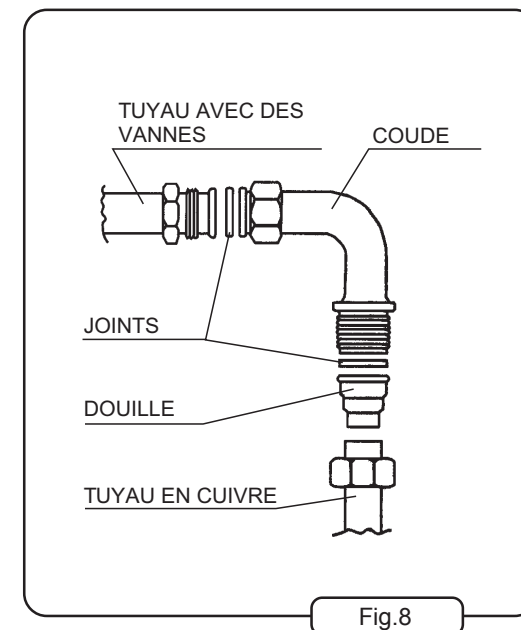

Fig.8
- Pour le raccordement il faut utiliser l'embout gaz liquide avec le joint comme c'est montré sur le fig.8